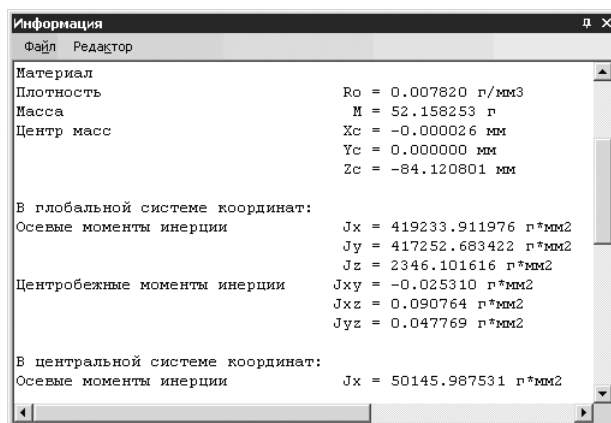

Рис. 1.31. Фрагмент содержимого окна **Информация** с массо-центровочными характеристиками для детали **Ось**
- щелкните в выпадающем меню по пункту **МЦХ модели**. Появится окно сообщений **Информация**, см. рис. 1.31.